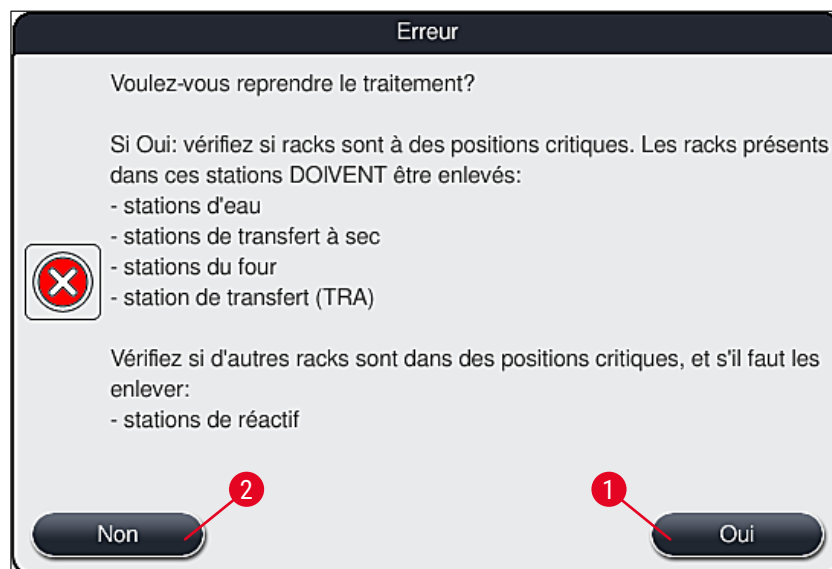

Fig. 112
4. Ensuite, l'utilisateur a la possibilité de reprendre le processus de coloration (→ P. 148 – 8.2.2 Reprendre le processus de coloration après une coupure de courant) ou de l'annuler (→ P. 149 – 8.2.3 Annuler tous les processus de coloration après une coupure de courant) (→ "Fig. 112").
2. Retirer de l'appareil les supports de lames d'importance critique en respectant les consignes du message d'information précédent (→ "Fig. 112"), puis confirmer le retrait en appuyant sur la station correspondante (→ "Fig. 113-1") à l'écran.
L'annulation du processus de coloration et le retour au menu de sélection précédent (→ "Fig. 112") peuvent être annulés en appuyant sur la touche **Annuler** (→ "Fig. 114-2").